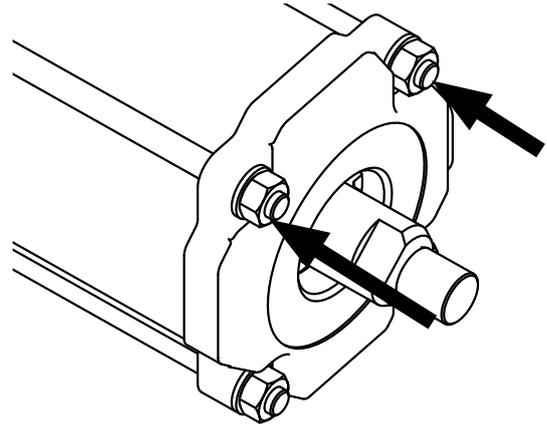

Fig.2-7 Installez les quatre écrous. Le couple est indiqué dans le tableau 1-3.
- Montez les quatre écrous qui maintiennent le cache d'extrémité sur l'actionneur (→ Fig. 2-7). Appliquez un couple de serrage en conformité avec le tableau (→Tableau 1-3).